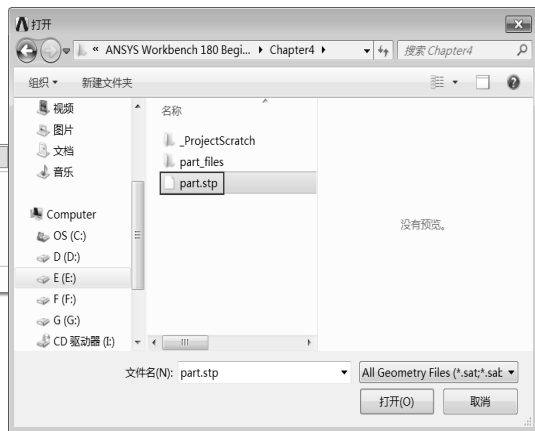

图 4-31 “打开”对话框
Step2 :在弹出的“打开”对话框中选择文件路径,导入 Part.step 几何体文件,如图 4-31 所示,此时 A3 Geometry 后的 ? 变为 ✓,表示实体模型已经存在。